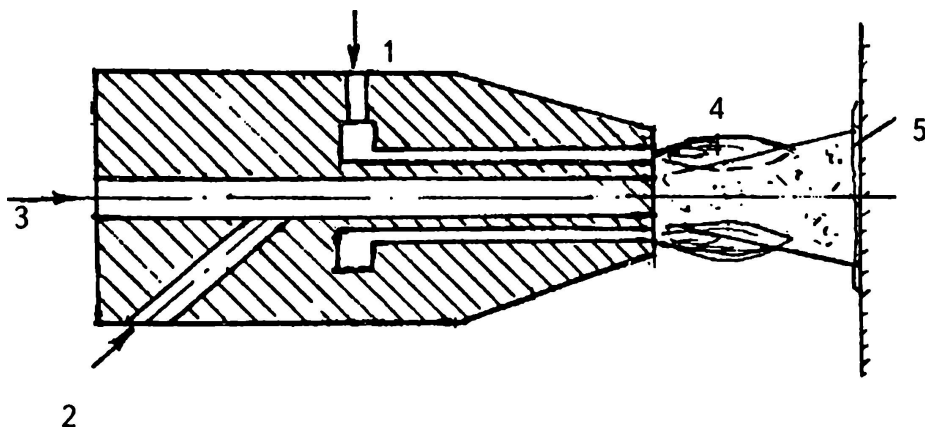

Рис. 3. Схема напилення газовим полум'ям
Сутність газопламенного напилення полягає в розплавленні напилюються матеріали газовим полум'ям і розпилення їх стисненим повітрям (рис. 3). Каналом (1) подається газова суміш, яка при згорянні утворює газокисневі полум'я (4). Каналом (3) подається стиснене повітря і напилюваний матеріал (2). Частинки порошку, потрапляючи в газове полум'я (4), розплавляються і у вигляді дрібних крапель потрапляють на поверхню деталі, з'єднуються з нею, утворюючи покриття (5).